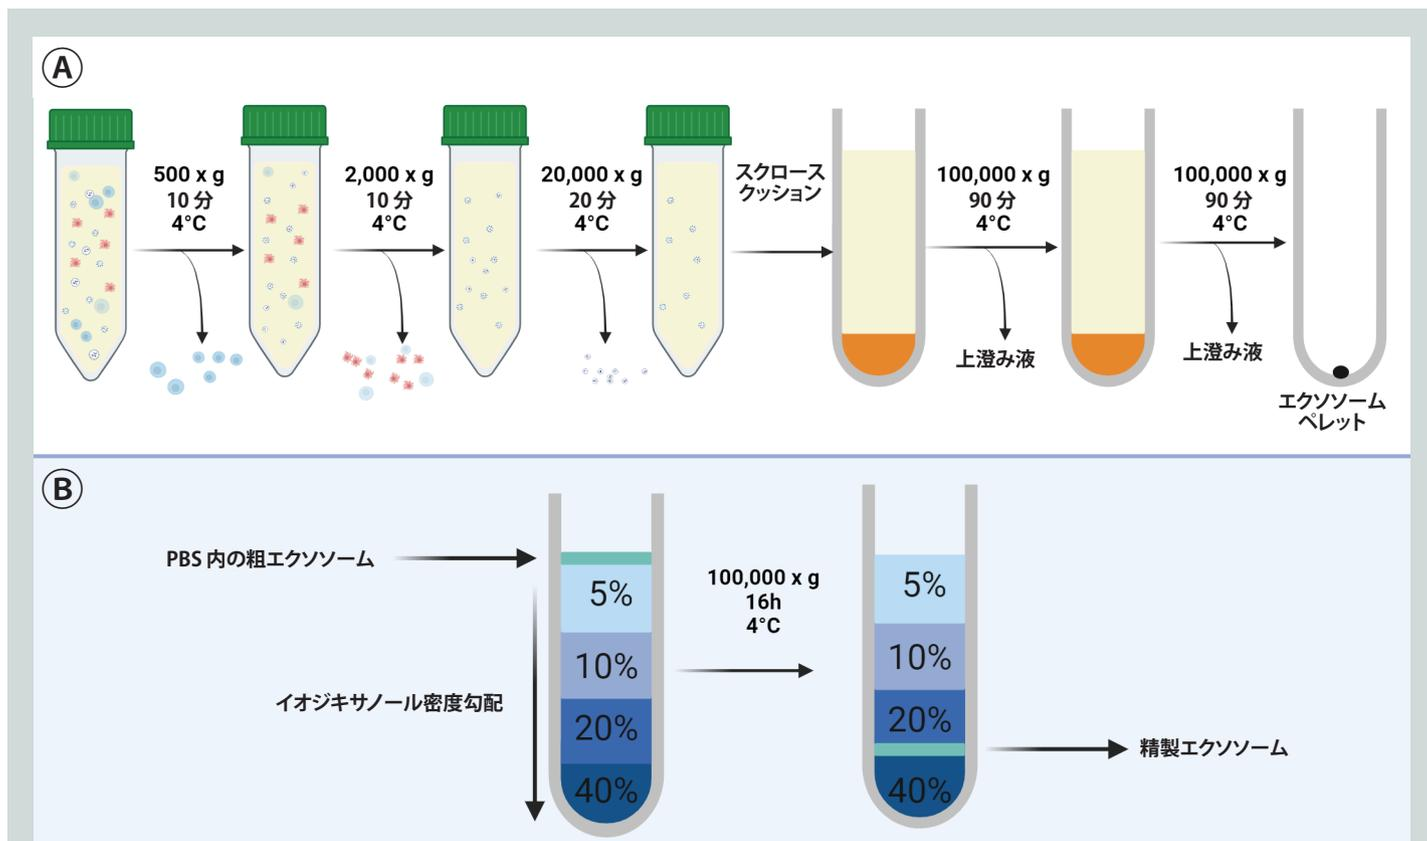

図 1 - ワークフロー概略図
このショートプロトコルで使用する PBS に懸濁した粗エクソソームは、アプリケーションノート 476⁶に記載されているスクロースクッション法 (図 1- (B)) を用いて分離しました (図 1- (A))。